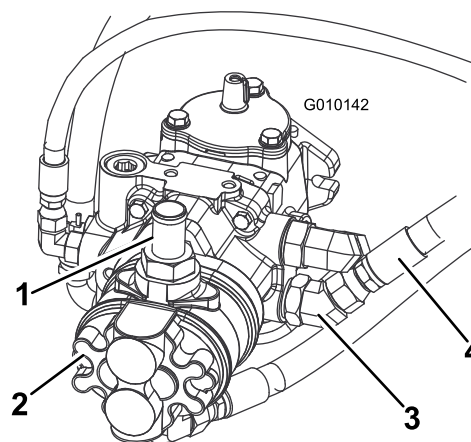

図 3
1. ポンプの上側ホースを外して、油圧オイルタンク内部のオイルをすべて抜き取る 図 3。